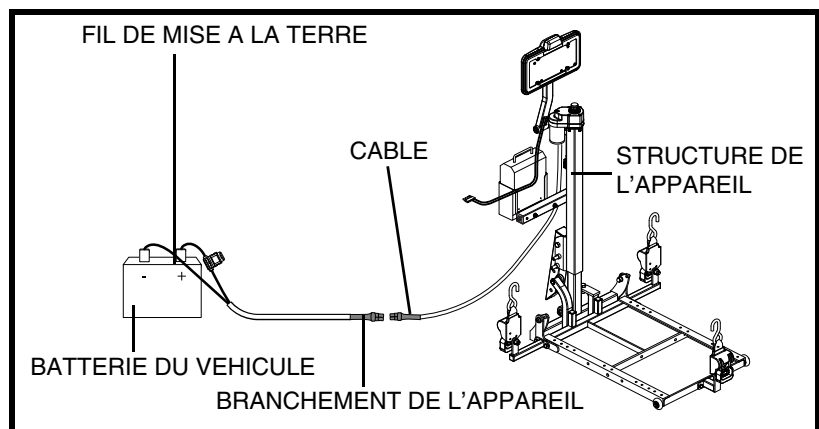

Figure 8. Installation du câblage
1. Passe le câble de l'appareil (à partir de l'appareil) à l'intérieur du véhicule pour rejoindre la batterie du véhicule. **Voir la figure 8.** Typiquement, vous trouverez des orifices passe fil derrière les feux arrière afin de faire passer le câble dans le coffre arrière et sous la banquette arrière.